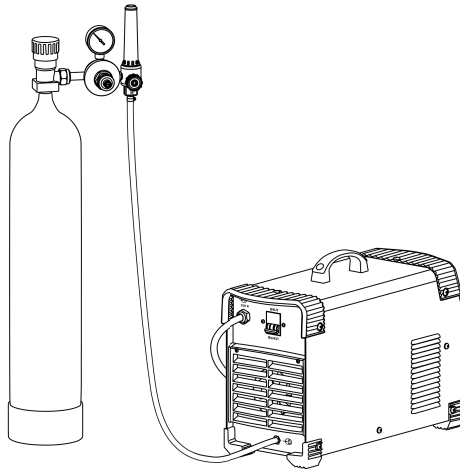

Рис. 8.3. Подключение защитного газа.
2. Подсоедините газовый шланг к газовому разъему аппарата и к газовому редуктору, присоединенному к баллону. При подключении баллон и редуктор должны быть закрыты. Система газоснабжения, состоящая из газового баллона, редуктора и газового шланга, должна иметь плотные соединения (используйте винтовые хомуты), чтобы обеспечить надежную подачу газа и защиту сварочного шва (см. рис. 8.3).